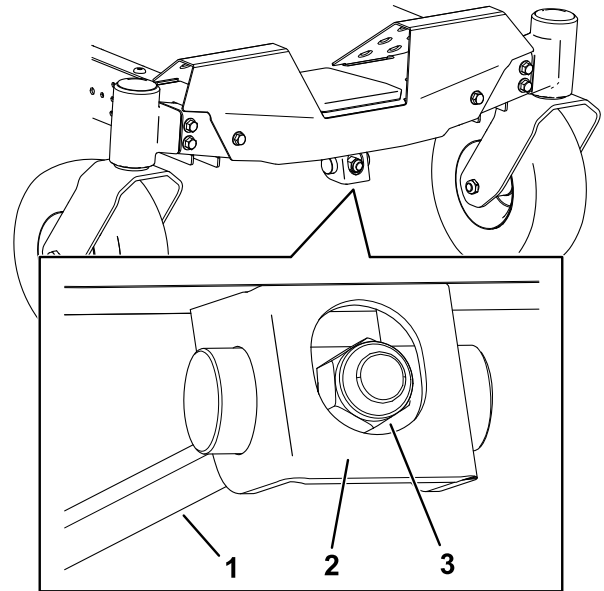

Figure 66
1. Tournez l'écrou de réglage à l'avant du tablier de coupe (**Figure 66**).